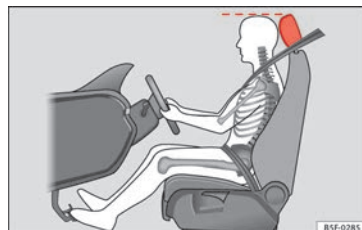

Fig. 82 Position correcte de l'appuie-tête du conducteur
- Réglez l'appuie-tête de sorte que le bord supérieur de celui-ci soit à la même hauteur que la partie supérieure de votre tête »» **fig. 82**.